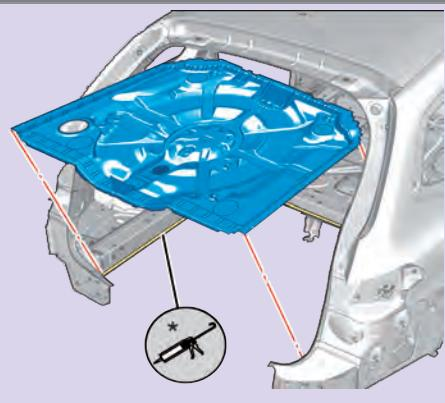

Fig.1
- Découper le cordon de colle à l'aide de l'outil [1] (Fig.1).